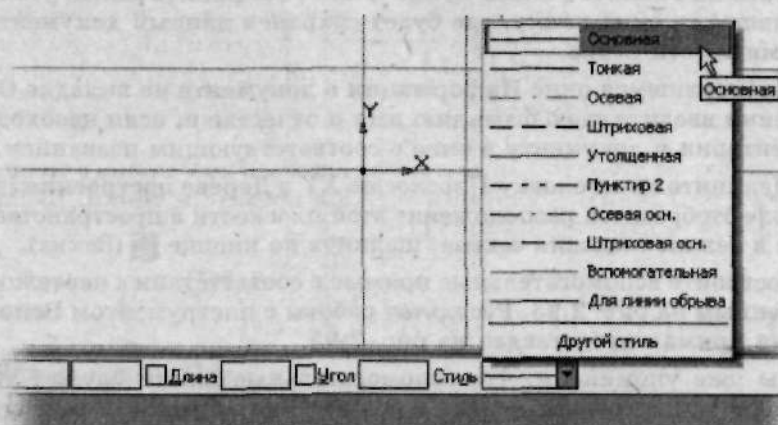

Рис. 2.96. Выберите стиль линии для обводки эскиза на Панели свойств — Основная
6. Мы уже упоминали, что вспомогательные линии служат только для удобства построения эскиза и если выйти из режима редактирования, то вы ничего не увидите на рабочем поле, поэтому необходимо выполнить обводку. Обводка обычно выполняется основной линией, для ее выбора следует щелкнуть по кнопке **Отрезок** на панели инструментов **Геометрия** и выбрать на **Панели свойств** стиль линии — **Основная** (рис. 2.96).
8. Если деталь будет создана при помощи операции вращения, то в эскизе необходимо построить ось вращения — отрезок со стилем линии **Осевая**. Как и в п. 6 при построении отрезка используйте соответствующий стиль линии (рис. 2.96) и проведите его от начала координат до крайней правой прямой.